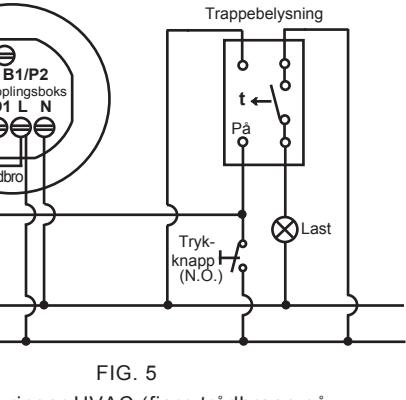

FIG. 5
- En sensor styres trappetidsbryteren (still tidsknappen på J_L) (se FIG. 5).